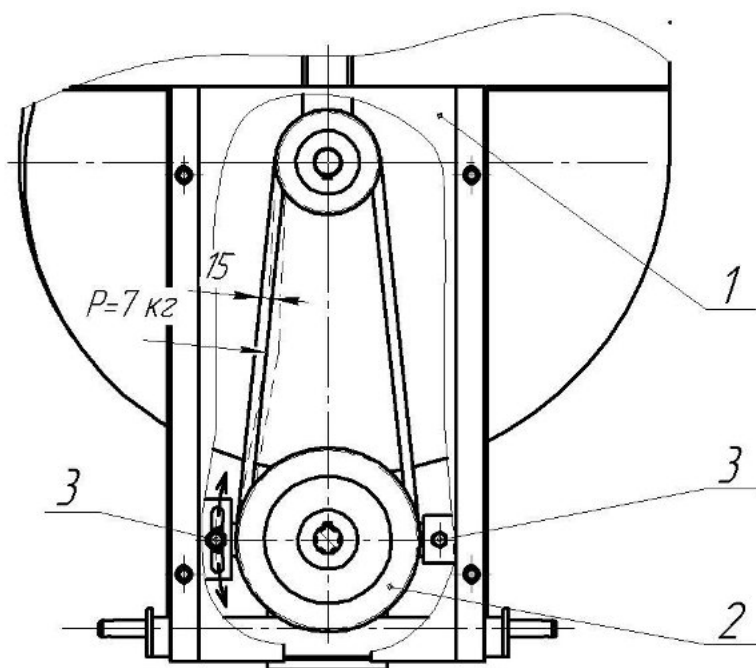

Рис.2.
- 3.1. Снимите защитный кожух 1 ременной передачи (рис.2);
- 3.3. Проверьте натяжение ремней (рис.2);